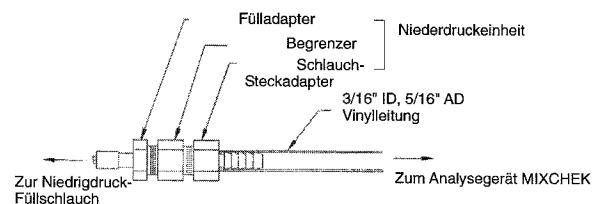
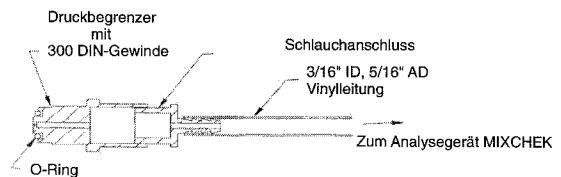

Abbildung 1
Abbildung 2
**Tragbares Modell:** Das tragbare Modell wird mit einem 3/16"-Kunststoffschlauch geliefert, der am Eingang angeschlossen wird, sowie Adapters zur Entnahme einer Gasprobe aus dem Füllschlauch (siehe Abb. 1). Es ist ein optionaler Gasstrombegrenzer zur Gasprobenentnahme direkt aus den Zylindern erhältlich (siehe Abb. 2).